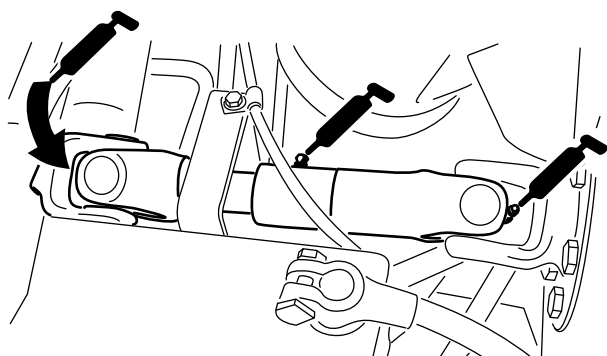

Bild 44
- U-Gelenk der Pumpenantriebswelle (3) (Bild 44)